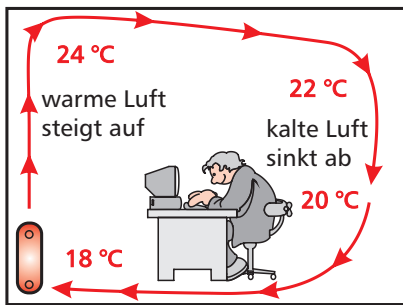

Bild 1.12: Wärmetransport in einem Raum durch freie Konvektion.
- ▶ **Konvektion** (Wärmemitführung durch Strömung, in Flüssigkeiten und Gasen; z. B. Wärmetransport durch Warmwasser vom Heizkessel zu den Heizkörpern, Umwälzung der Raumluft durch thermischen Auftrieb, Kühlwasser im Kühler eines Autos, s. a. Bild 1.12)
Bei der freien Konvektion (Bild 1.12) sind Strömungs- und Temperaturfeld über den thermischen Auftrieb gekoppelt, was die numerische Berechnung erschwert. Bei der erzwungenen Konvektion sind beide Felder voneinander entkoppelt, da der Antrieb durch einen äußeren Druckgradienten erfolgt.